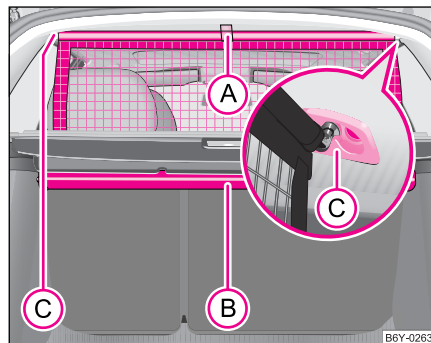

Abb. 61 Netztrennwand ausrollen
- Ziehen Sie die Netztrennwand an der Lasche **(A)** aus dem Gehäuse **(B)** in Richtung zu den Halterungen **(C)** ⇒ Seite 78, Abb. 61.